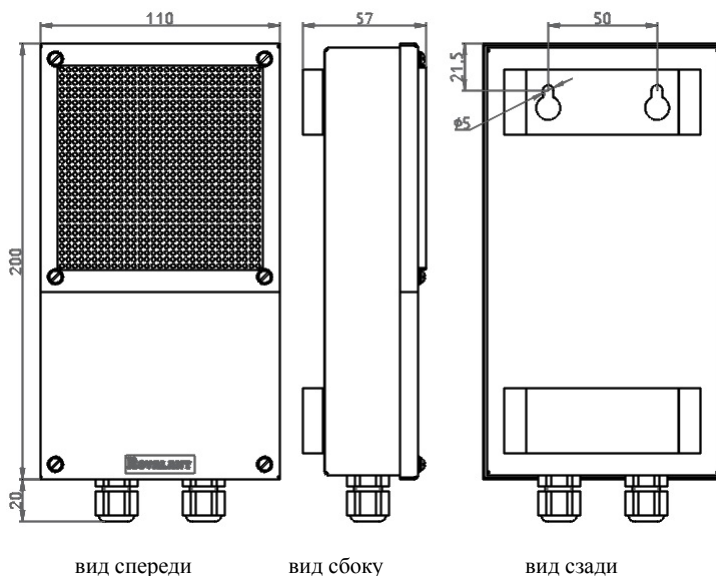

Рис. 1. Внешний вид, габаритные и установочные размеры корпуса оповещателя
Габаритные размеры, мм	см. рисунок 1
- согласно установочным размерам (см. рисунок 1) просверлить в стене отверстия, вставить в них дюбеля;